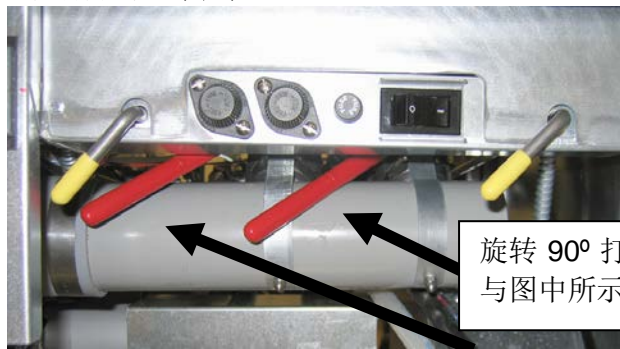

图 5
3. 通过将排放阀手柄旋转 90°（参见图 5）将油从炸锅排入滤锅中。如有必要，使用**炸炉助手**清洗棍来清除炸锅内部的排出物。